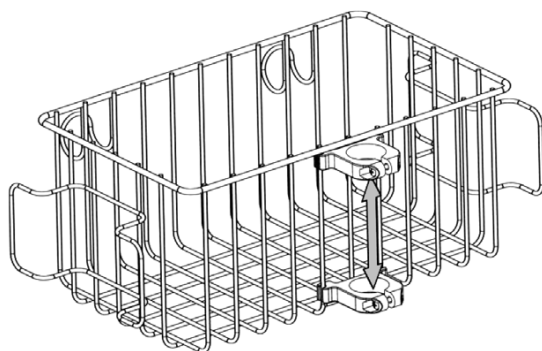

Figure 3 ■ Figure 3 ■ Abbildung 3 ■ Figura 3 ■ Figura 3
リップは上側の水平ワイヤーに触れるように、下側のクリップは下側の補強ワイヤーに触れるようにしてください（28ページの図3を参照）。
■ Afbeelding 3 ■ Figur 3 ■ Figur 3 ■ Εικόνα 3 ■ Figura 3
■ Obrázek 3 ■ 3 ábra ■ Rysunek 3 ■ Obrázok 3 ■ Figur 3 ■ Kuva 3
■ Рисунок 3 ■ Slika 3 ■ 图 3 ■ 그림 3 ■ 図3